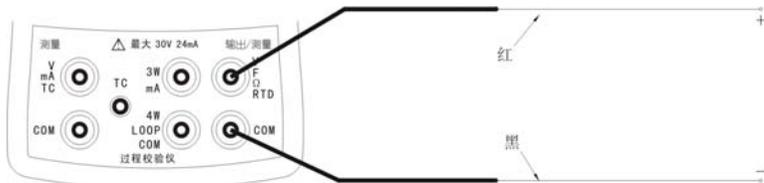

图 13 输出/测量端电压/电阻/频率/模拟热电偶/模拟热电阻输出
- (1) 按  选择输出模式。
- (2) 按  选择直流电压“V”或“mV”输出。
- (3) 按图 13 连接测试表笔。
- (4) 按数字键输入需要输出的值，然后按 。
- (2) 按  直至屏幕下方显示“Ω”输出。
- (2) 按  直至屏下方显示“Hz”输出。
- (2) 按右侧  选择热电偶输出。若有需要，继续按  键可切换热电偶类型。
- (3) 按图 13 所示连接测试表笔。
- (4) 按数字键输入需要输出的温度值，然后按 。